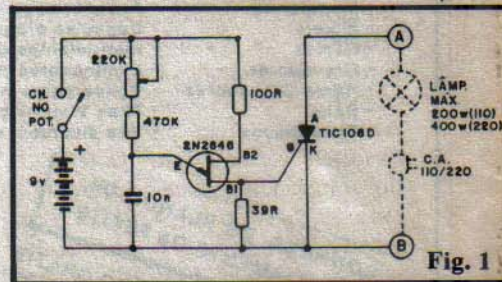
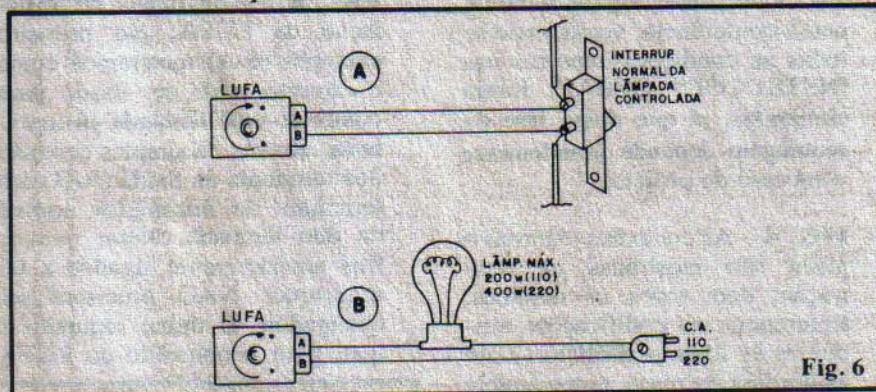

Fig. 1
Fig. 6
— FIG. 1 — O "esqueminha" da LUFA mostra toda a simplicidade do arranjo circuital, que se vale de dois componentes de grande versatilidade: o transistor unijunção (TUJ) 2N2646 e o SCR (Retificador Controlado de Silício) TIC106D. O TUJ, com o auxílio dos resistores e capacitor, oscila numa frequência relativamente alta, cujo valor momentâneo pode ser ajustado através do potenciômetro de 220K, ao longo de faixa ampla. No terminal B1 (base 1) do 2N2646, essa oscilação proporciona a presença de uma série de pulsos positivos, rápidos e intensos, que são, por sua vez, usados no comando do terminal de gate (G) do SCR, determinando assim a "autorização" cíclica para que o transistor energize ou não a carga (lâmpada) ao longo da alternância normal da Corrente Alternada domiciliar... Uma parte do circuito funciona alimentada por baixa tensão (9VCC) fornecida
- FIG. 6 - Diagramas de instalação da LUFA. No primeiro exemplo (6-A) mostramos como o circuito pode ser usado para controlar uma lâmpada já instalada, através da simples conexão dos terminais da Saída (A-B) aos terminais do interruptor normal da dita lâmpada. Notar que os fios anteriormente ligados a tal interruptor **NÃO** precisam ser desligados. O único requisito é que, para o comando da LUFA
tornar-se efetivo, o interruptor deve ser mantido na sua posição "desligado". Além disso, a potência da lâmpada controlada deverá estar **dentro** dos limites previamente indicados (ver texto referente à FIG. 1). Se o Leitor preferir instalar a LUFA no controle de uma lâmpada "exclusiva", deverá fazê-lo conforme mostra a fig. 6-B. Observar ainda que, dentro dos limites de wattagem propostos, **mais de uma lâmpada** pode ser acionada, desde que sejam elas ligadas em paralelo e que a **soma** das suas potências seja inferior ou igual aos limites. Assim, em 110V, duas lâmpadas de 100W cada podem ser comandadas, ou, em 220V dez lâmpadas de 40W cada podem ser acopladas à LUFA (apenas exemplos, entre dezenas de outras possibilidades...). **NÃO ESQUECER** dos cuidados elementares com a segurança e a isolamento, na instalação da LUFA, já que estará lidando com tensões e potências relativamente elevadas, onde qualquer descuido poderá gerar "curtos" ou "choques" danosos